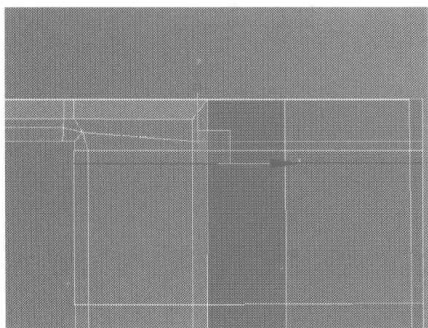
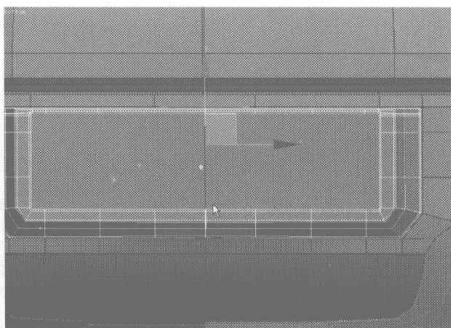

图 4.359
图 4.360
- 27** 在 Bottom 视图中如图 4.359 所示的位置添加一条细分线，在 Edit Edges 卷展栏中单击 **Split** 按钮，将该面沿此边线分割，再选择被分割出来的上半部分的所有面，在 Edit Geometry 卷展栏中单击 **Detach** 按钮，在弹出的对话框中依照默认值进行设置，单击 OK 按钮，将该面单独分离出来，并调整各个节点，将该物体进行镜像，此时插线孔的外轮廓如图 4.360 所示。